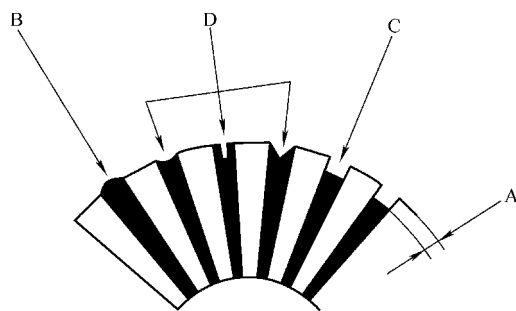

图 24-13 检查云母深度
7) 如图 24-13 所示, 检查云母深度 (A) (维修极限: 0.2mm)。如果云母过高 (B), 则用钢锯条将云母凹槽切至适当的深度。切除换向器整流片之间的所有云母 (C)。凹槽不能太浅, 太窄或呈 V 形 (D)。